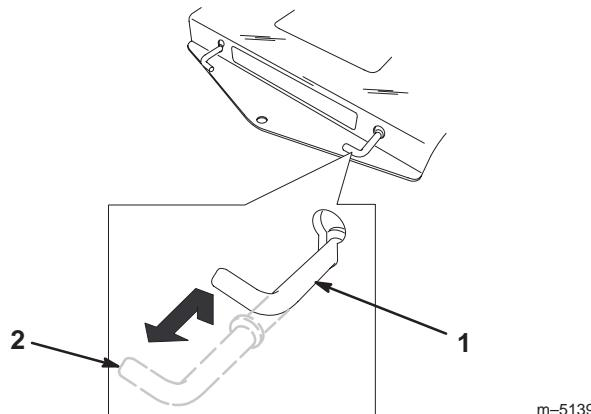

Bild 14
2. Ziehen Sie beide Bypasshebel hoch und drücken diese so weit, dass die Scheiben an der Stange durch den Schlitz gehen. Drücken Sie die Hebel nach unten, um sie zu arretieren (Bild 14).
Ziehen Sie beide Bypasshebel nach oben und vollständig heraus. Drücken Sie die Hebel (Bild 14) nach unten.